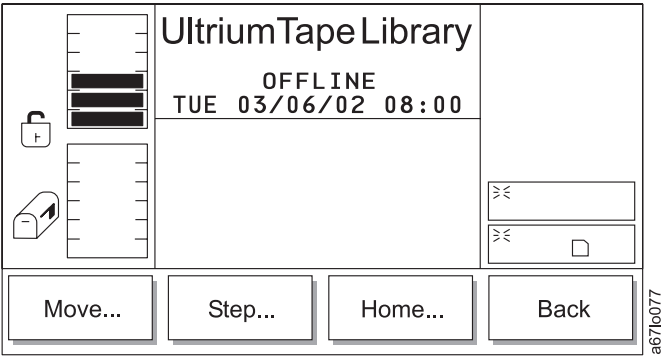

Abbildung 174. Greifarmuntermenü
Tabelle 123. Übersetzung von Abb. 174, Greifarmuntermenü
- Wird **Cancel** ausgewählt, erscheint das Greifarmuntermenü (siehe Abb. 174 auf Seite 188).